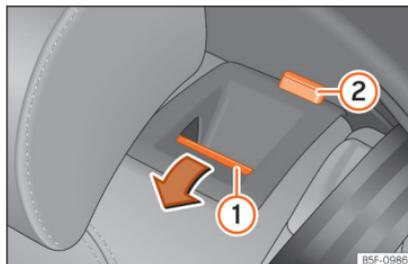

Fig. 121 Banco traseiro: rebater o encosto.
- Pressione o botão de desbloqueio »» **Fig. 121** ① para a frente e, ao mesmo tempo, rebata o encosto. O encosto traseiro está desbloqueado quando se vê uma marca vermelha no botão ②.
O encosto traseiro está desbloqueado quando se vê uma marca vermelha no botão »» Fig. 121 ②.